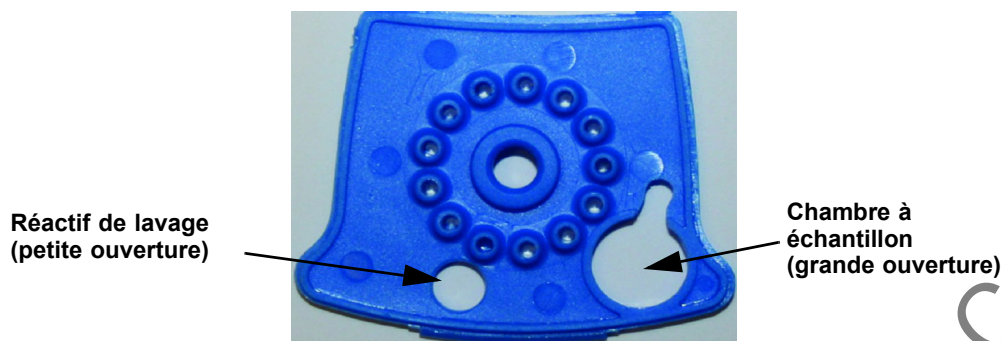

Figure 1. Cartouche Xpert BCR-ABL Ultra (vue de dessus)
3. Ouvrir la cartouche en soulevant son couvercle et transférer la totalité du contenu de l'ampoule de réactif de lavage (1) dans la chambre de réactif de lavage (avec la petite ouverture). Voir la Figure 1.
4. Pipeter le contenu tout entier de l'échantillon préparé dans la chambre à échantillon (grande ouverture). Voir la Figure 1.
14. Dans le nouveau tube conique contenant l'échantillon de contrôle externe, ajouter 1,5 ml du réactif de lyse (LY) conservé de l'Étape 7.
19. Ouvrir la cartouche en soulevant son couvercle et transférer la totalité du contenu de l'ampoule de réactif de lavage (1) dans la chambre de réactif de lavage (avec la petite ouverture). Voir la Figure 1.
20. Pipeter tout le contenu du contrôle externe préparé dans la chambre à échantillon (grande ouverture). Voir la Figure 1.